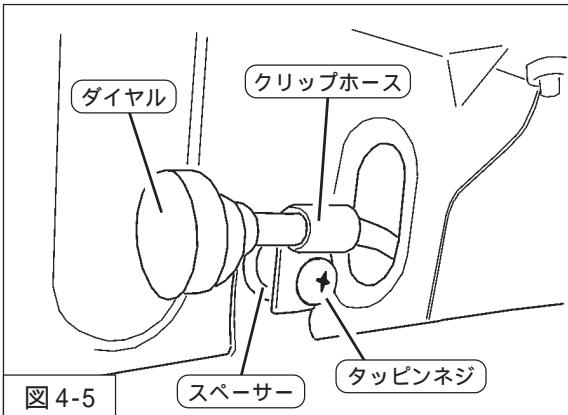
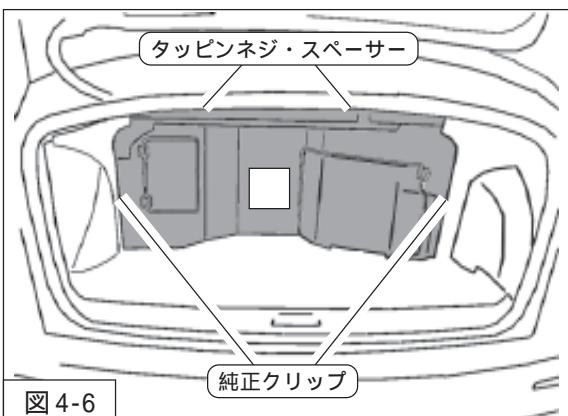

図4-5
図4-6
8. アウターケース（図4-2）にクリップホース（同梱品）を取付けてください。（図4-5）
9. アウターケースにダイヤルを取付けてください。（図4-5）
10. クリップ（2個・純正部品）・タッピンネジ（同梱品）・スペーサー（同梱品）を使用して、トランクの内装を取付けてください。（図4-5・図4-6）